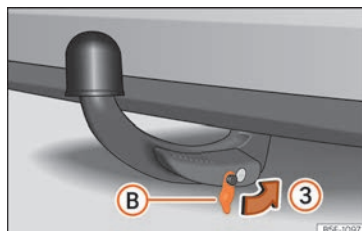

**Fig. 269** Collocare il coperchio sulla serratura
- Collocare il coperchio **(B)** nella serratura nel senso della freccia **(3)** » **fig. 269** » **!**.